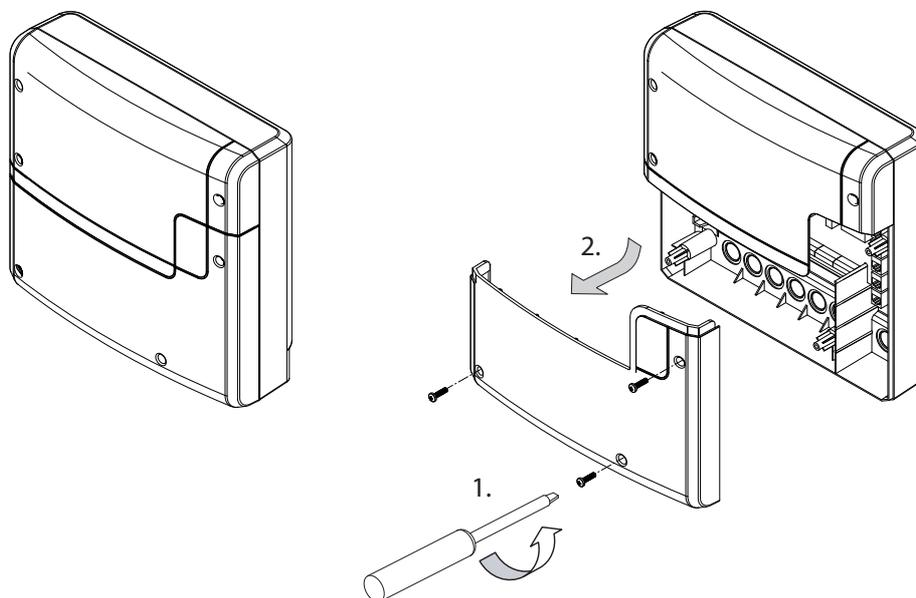

Fig. 1
1. Retirez le couvercle inférieur de la partie de puissance. Pour ce faire, dévissez entièrement les 3 vis et tirez légèrement le couvercle inférieur du boîtier vers le bas, puis vers l'avant (fig. 1).